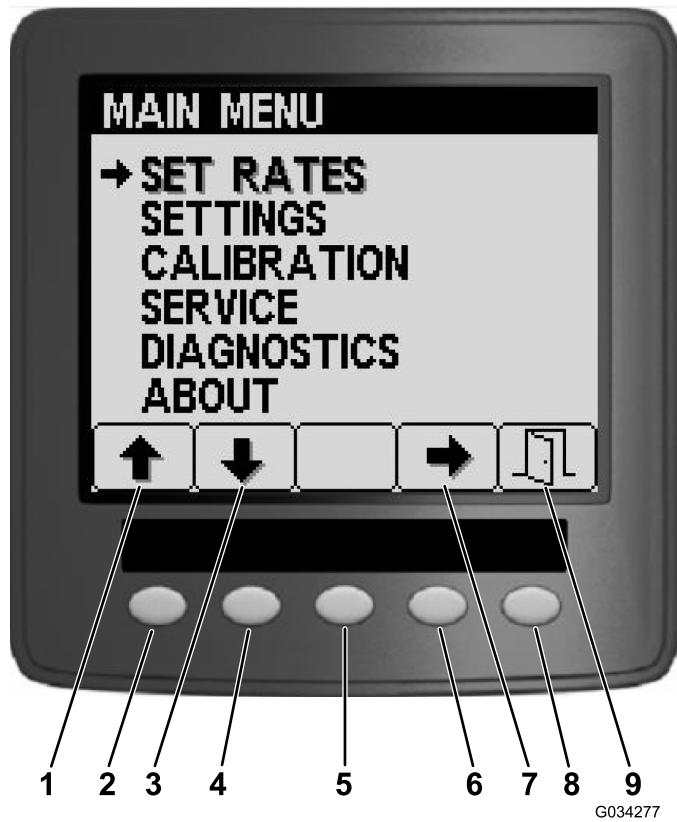
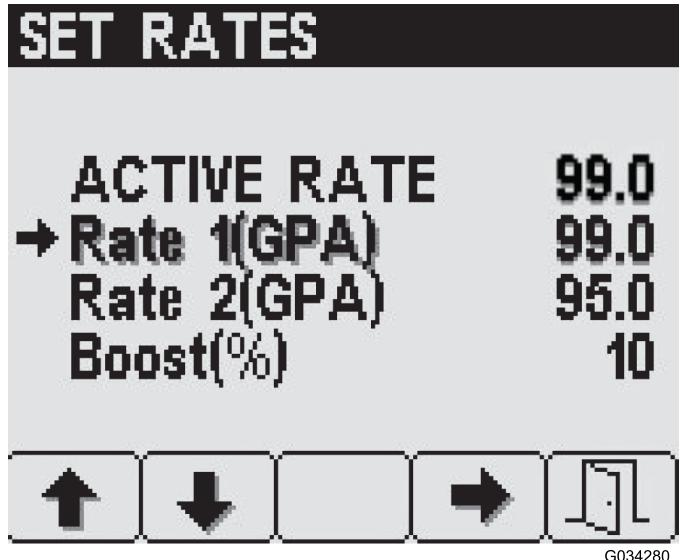

Рисунок 6
Рисунок 7
С экрана главного меню можно перейти на экраны Set Rates (Настройка нормы внесения), Settings (Настройки), Calibration (Калибровка), Service (Обслуживание), Diagnostics (Диагностика) или About (Сведения о машине) (Рисунок 6).
Для доступа к экрану Set Rates (Настройка нормы внесения) перейдите с помощью кнопки 2 на экране Main Menu (Главное меню) (Рисунок 6) к пункту Set Rates и нажмите кнопку выбора 4 (Рисунок 7).
1. С помощью кнопки 1 или 2 установите требуемую норму внесения или процент увеличения нормы внесения (Рисунок 7).
Для доступа к экрану Settings (Настройки) перейдите с помощью кнопки 2 на экране Main Menu (Главное меню) (Рисунок 6) к пункту Settings и нажмите кнопку выбора 4 (Рисунок 9).